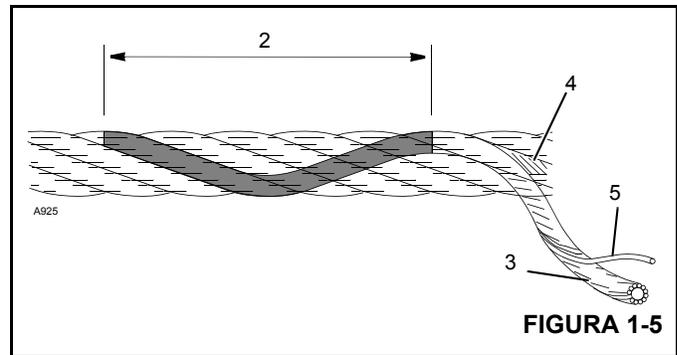

FIGURA 1-5
- Ao verificar se há fios rompidos (5) (Figura 1-5) relaxe o cabo, remova-o dos “pontos de sustentação” e flexione-o o máximo possível. O defeito em um cabo de aço é referido com relação ao “Comprimento do encordoamento” (2), que é a distância medida ao longo do cabo em que um cordão (3) completa uma volta ao redor do núcleo (4).